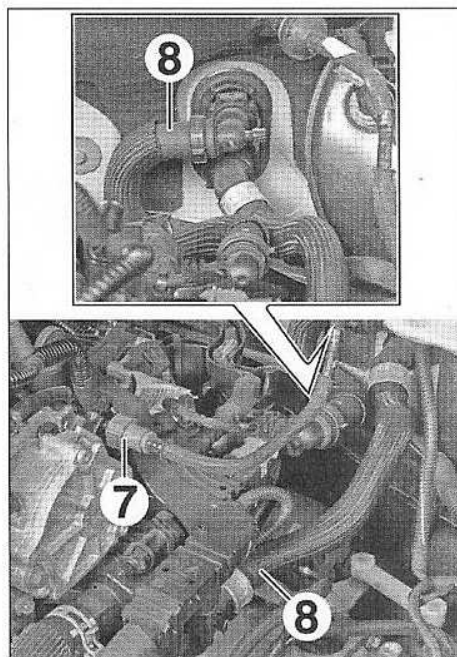
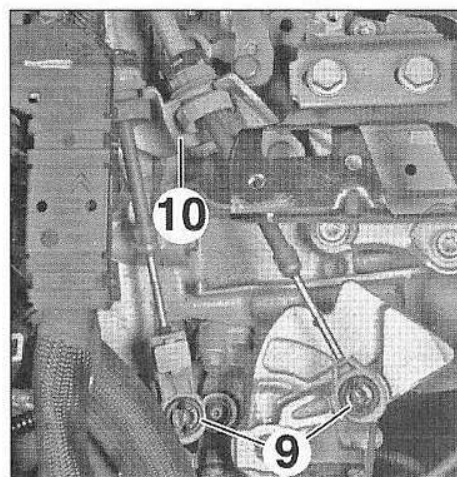

FIG.110
FIG.111
- Débrancher (Fig.110) :
- la canalisation de dépression (7),
- les durits (8).
- Désaccoupler les rotules (9) des câbles de commande de boîte de vitesses (Fig.111).
- Déposer le support (10) des câbles de commande de boîte de vitesses puis mettre l'ensemble support/câbles de côté.